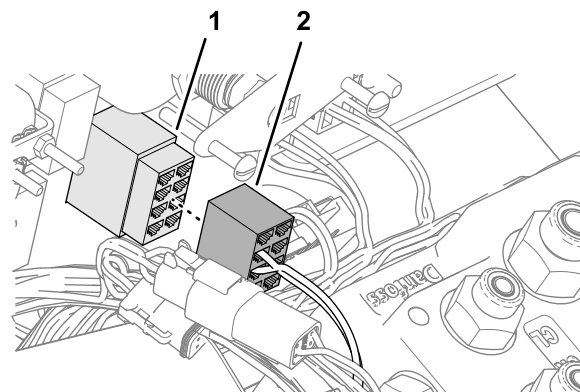

図 93
6. ROAD SWITCH (図 93) というラベルの付いたキットワイヤハーネスの8ソケットコネクタを、ロードスイッチのダッシュボードへの組み立て (ページ 31) で取り付けた2ポジションスイッチに差し込みます。